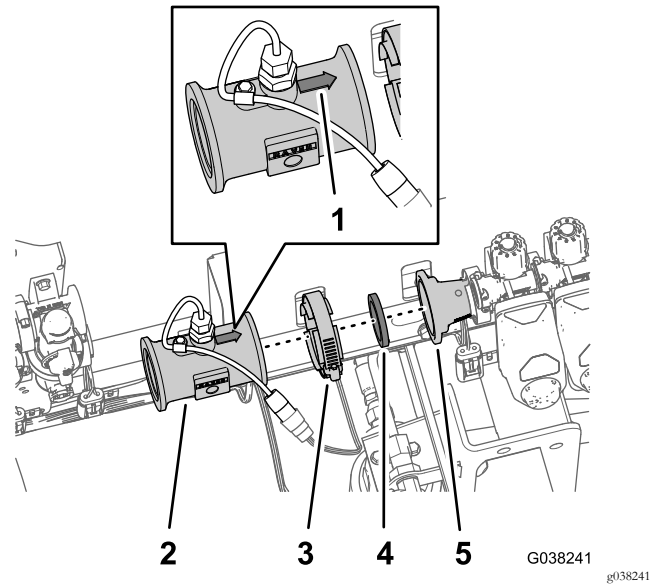

Figure 53
- Placez le débitmètre en face de l'adaptateur réducteur situé sur la vanne de pulvérisation générale en orientant la flèche du débitmètre vers la droite (Figure 53).